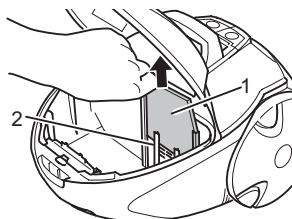

Abb. 22
- Ziehen Sie den Motorschutzfilter (Abb. 22/1) nach oben aus der Aufnahme (Abb. 22/2).